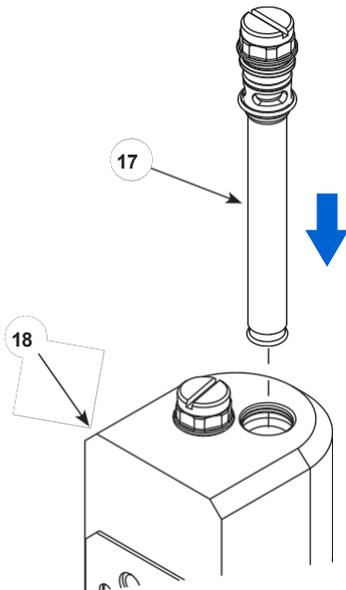

図 26 チューブをマニホールドに固定する
5. 図 26 を参照してください。組み立てられた液体化チューブ (17) をパージマニホールド (18) の上部に挿入します。マニホールドにチューブをはめ込みます。